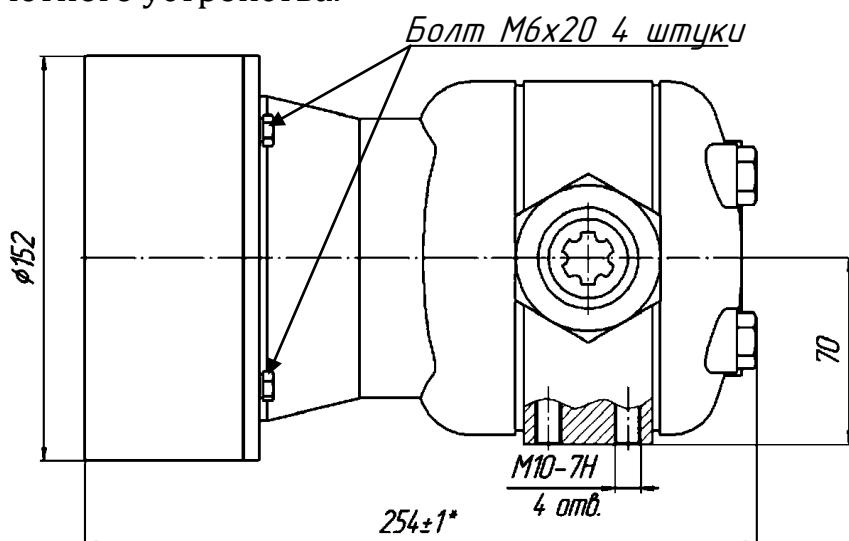

Рисунок 2 – Общий вид счетчика ППО-25/1,6 (ОАО Промприбор г. Ливны).
1. Открутить четыре болта M6 (см. рисунок 2), отвернуть пломбировочный винт, отсоединить отсчетное устройство от основного корпуса счетчика.